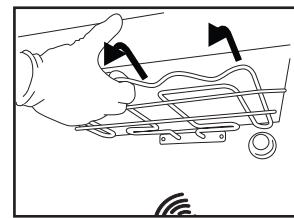
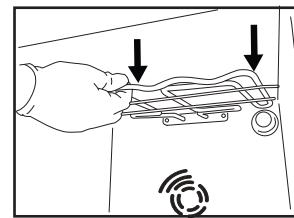

Fig. 1
Fig. 2
- Tirez légèrement l'élément chauffant (Fig. 1) et abaissez-le (Fig. 2).